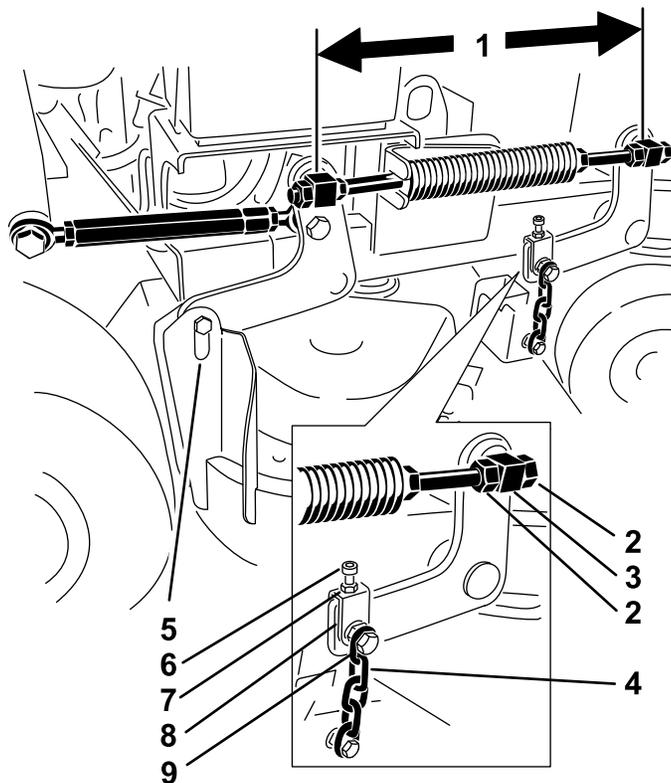

図 78
1. 各ねじ棒において、スイベル間の距離スイベルの中心から中心までの長さを測定する。 図 78
2. 前側のスイベルのジャムナットをゆるめる 図 78。
4. 前側のスイベルのジャムナットを締め付ける 図 78。
4. 左側および右側において、前側のスイベルのジャムナットをゆるめる 図 78。
6. 左側および右側において、前側のスイベルのジャムナットを締め付ける 図 78。
4. 左側において、前側のスイベルのジャムナットをゆるめる 図 78。
6. 左側において、前側のスイベルのジャムナットを締め付ける 図 78。
5. 上チェーンボルトをゆるめる 図 78。
6. 各ヨークのジャムナットをゆるめる 図 78。
8. 調整ができればジャムナットと上チェーンボルトを締める 図 78。